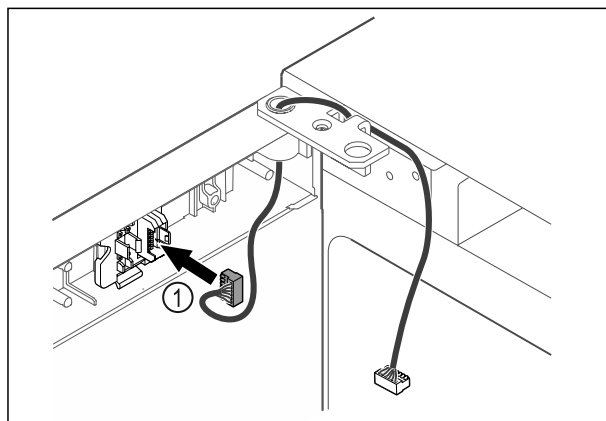

Fig. 49
- ▶ Ievietojiet spraudni Fig. 49 (1) spraudņa turētājā.